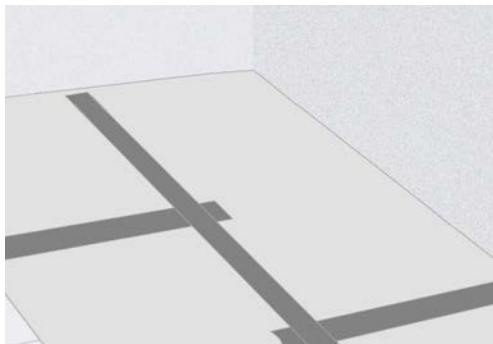

Fig.4. Installer underlagsplater
5. Installer 6 mm underlagsplater slik at hele undergulvet dekkes – dette skaper en ny, stabil og isolert base for varmemefolien (fig.4)